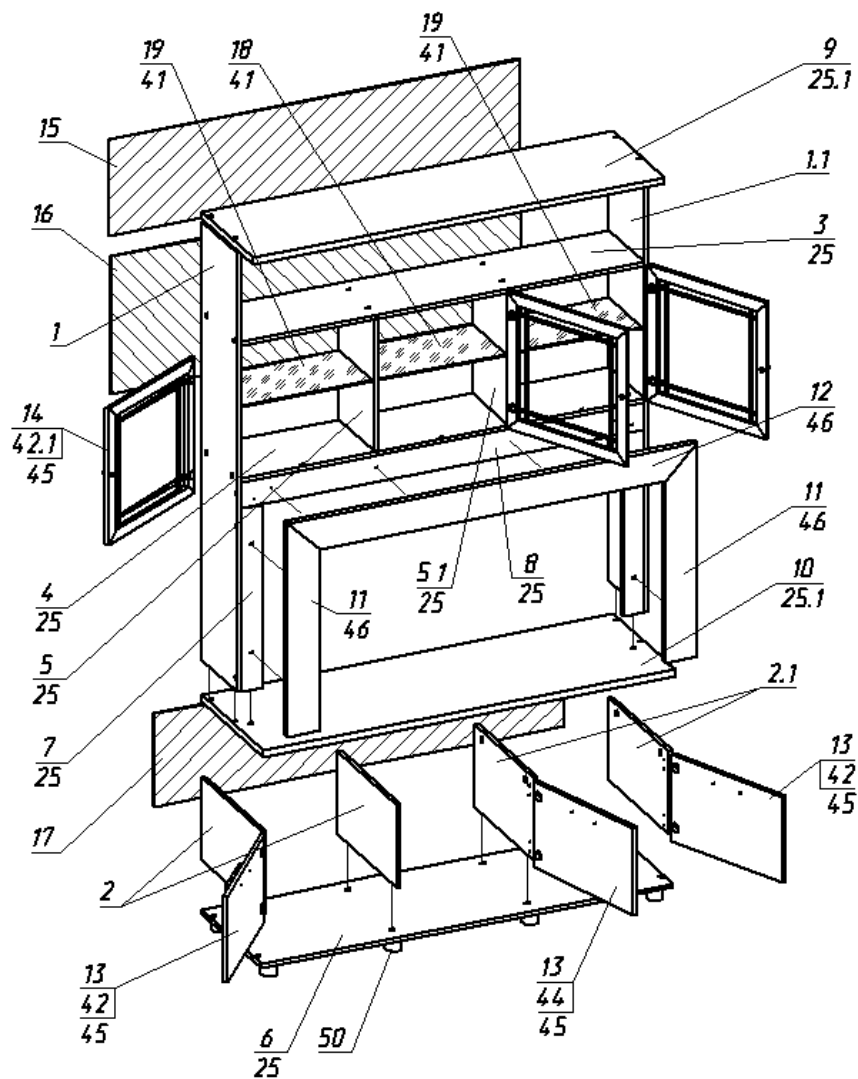

Рис.4
4. Собрать ящики в прилагаемой последовательности (рис.4).